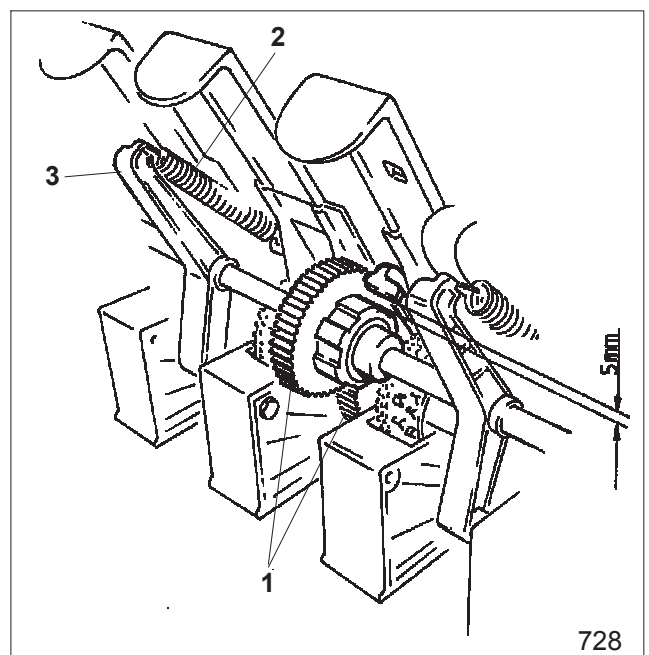

Fig. 18.31
- Mettre en prise les roues dentées (Fig. 18.31/1) de l'arbre intermédiaire et de l'arbre de distribution.
- Accrocher les ressorts de traction (Fig. 18.31/2) aux paliers pivotants (Fig. 18.31/3).